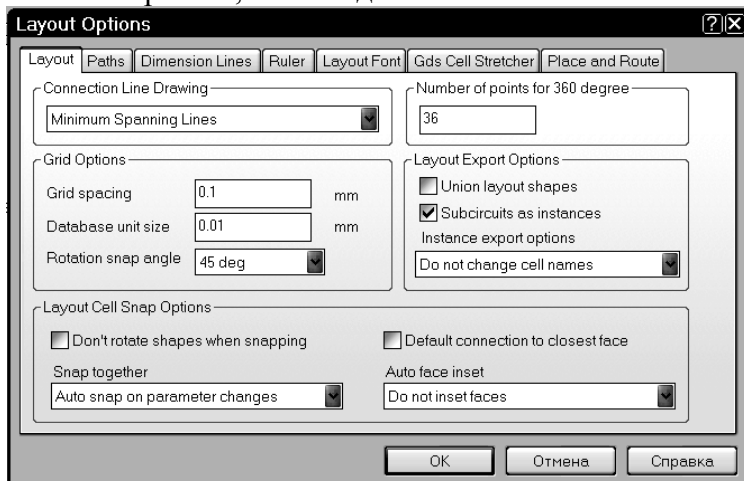

Рис. 1.24
2. Выберите в меню команду **Options> Layout Options**. Откроется окно установки опций топологии (рис. 1.24). На вкладке **Layout** этого окна в поле ввода **Snap together** (Связать вместе) введите опцию **Auto snap parameter changes** (Автоматически изменять параметры привязки), щёлкнув по кнопке в правом конце этого поля, и нажмите **OK**. Выберите в меню команду **View>New Layout View** или